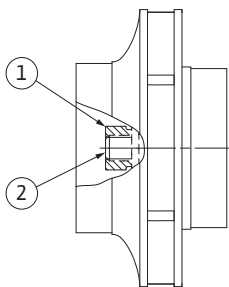

Fig. 52: Pumphjulsmutterns korrekta position efter monteringen
29. Håll fast axeln (se steg 24) och dra åt pumphjulsmuttern med angivet åtdragningsmoment (se listan "Tabell 11: Åtdragningsmoment för skruvarna" på sidan 50). Muttern (Fig. 52, pos. 1) måste ligga an med axeländan (Fig. 52, pos. 2) med $\pm 0,5$ mm. Om så inte är fallet måste muttern lossas och steg 25 till 29 upprepas.